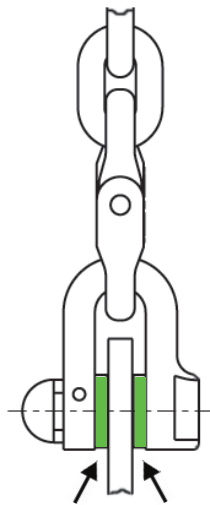

Figura 2:
- Per evitare il caricamento sbilanciato sul grillo, è ammesso l'uso di rondelle distanziatrici (rasamenti) su entrambi i lati del perno (vedi figura 2).